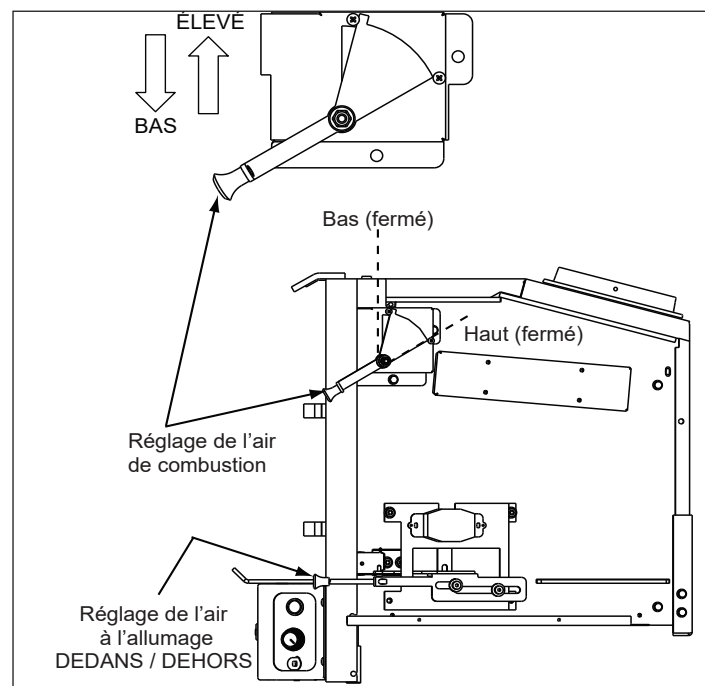

Figure 12.1 Réglages de l'air
- Si la commande est tout en haut, elle est sur le réglage maximum; si elle est tout en bas, elle est sur le réglage minimum. **Figure 12.1.**
2. Suivez les instructions du taux de combustion et consultez la figure 12.1.